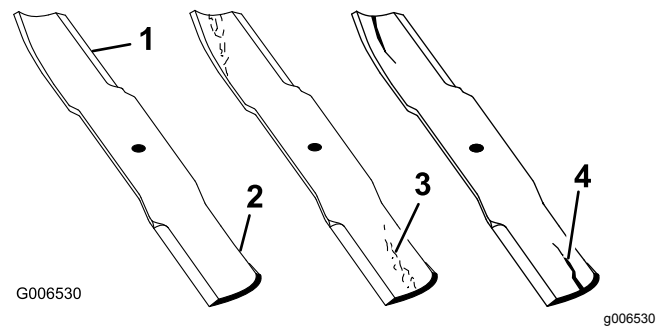

Bild 28
2. Prüfen Sie die Schnittkanten des Messers sorgfältig, insbesondere dort, wo die geraden Flächen die gebogenen berühren (Bild 28). Da Sand und anderes reibendes Material das Metall abschleifen kann, das die flachen mit den gebogenen Teilen verbindet, müssen Sie das Messer vor jedem Einsatz der Maschine prüfen. Wenn Sie Abnutzungen (Bild 28) feststellen, tauschen Sie das Messer aus, siehe Entfernen und Einbauen der Messer (Seite 22).
Wenn sich das Messer abwetzen kann, bildet sich ein Schlitz zwischen dem Windflügel und dem flachen Teil des Messers (Bild 28). Zuletzt kann sich ein Stück des Messers lösen und aus dem Gehäuse herausgeschleudert werden. Das kann zu schweren Verletzungen bei Ihnen selbst und Unbeteiligten führen.